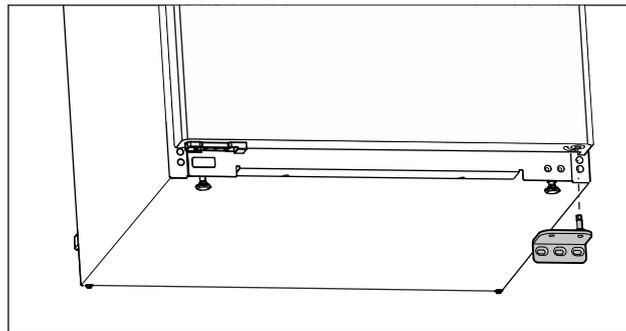

Fig. 11
- ▶ Desmontar el soporte del cojinete hacia abajo. (consulte Fig. 11)